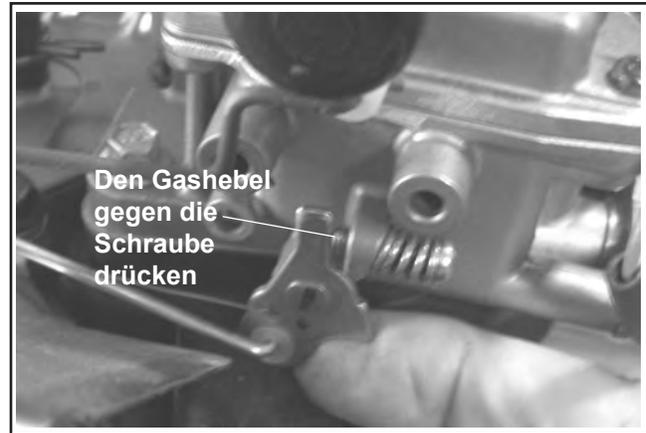

Abbildung 5-8. Den Gashebel gegen die Sperrschraube der Leerlaufdrehzahl stellen (einzyklriger Vergaser).
- Den Gashebel in die Position "Leerlauf" stellen. Den Hebel des Drehzahlreglers vom Vergaser weg oder den Gashebel gegen die Einstellschraube der Leerlaufdrehzahl halten, um die Aktivierung des Drehzahlreglers zu verhindern. Siehe Abbildung 5-8. Die Geschwindigkeit mithilfe eines Tachometers überprüfen und auf 1500 U/Min. einstellen.